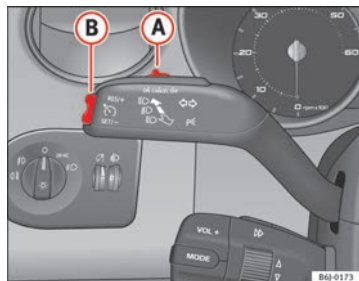

Fig. 115 Palanca de intermitentes y de luz de carretera: mando y tecla basculante para el regulador de velocidad
- cuando se presione la palanca (A) en dirección a **OFF** sin que llegue a encastrar.
Para recuperar el regulador, levante el pie del pedal del freno o del embrague o reduzca la velocidad por debajo de los 180 km/h y presione una vez la parte superior de la tecla basculante **RES** ⇒ fig. 115 (B).